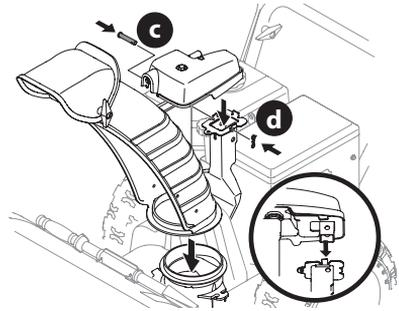

Figure 14
2. Fixez la tête de commande au support de la goulotte avec l'axe de chape (c) et la goupille fendue (d) retirés à l'étape 1. Voir Figure 14.